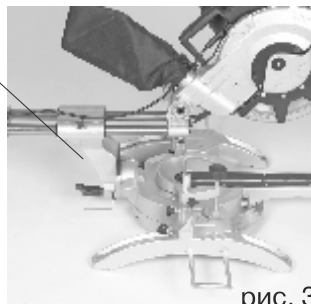

рис. 3
Точная регулировка стопора для распила под углом 45° (рис. 1.1-1.2; рис. 3)
- Закрепите поворотный стол (17) в положении 0° .
- Ослабьте крепежный винт (21) и сместите корпус двигателя (4) полностью влево с помощью рукоятки (1) до тех пор, пока она не будет установлена в позицию 45° .
- Разместите угловой стопор 45° (а) между пильным диском (7) и поворотным столом (17).
- Отрегулируйте регулировочный винт (рис. 3) до тех пор, пока угол между пильным диском (7) и поворотным столом (17) не станет равным 45° .